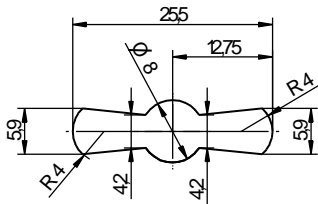
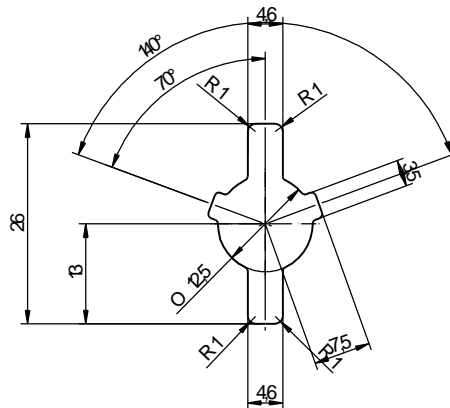

Abbildung 5: Schlüsselführung 86101
Abbildung 6: Schlüsselträgerführung
- Es wird empfohlen, für die Absicherung des erforderlichen Schlüsseldurchbruchs im Wertbehältnis die dormakaba Schlüsselführung (siehe Abbildung 5) oder die dormakaba Schlüsselträgerführung (siehe Abbildung 6) einzusetzen. In diesen Fällen ist unter der Berücksichtigung der DIN 2768-mH das Schlüsselloch in der Tür des Wertbehältnisses in den entsprechenden Abmessungen zu fertigen.